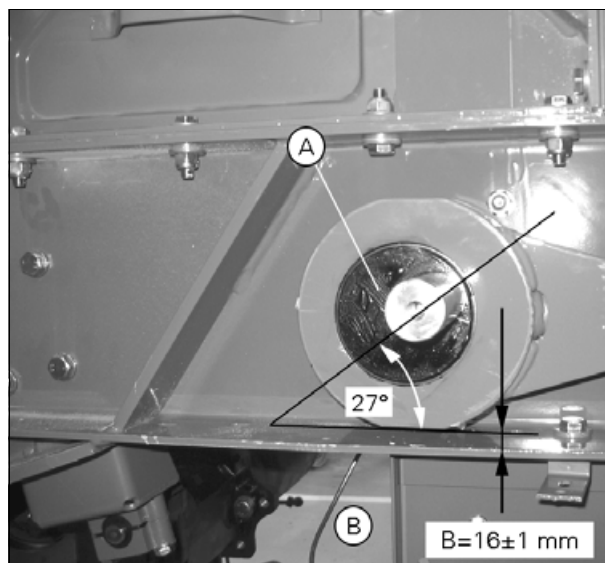

Рис. 7.
2. Установите подшипник (C) с втулкой толщиной 2 мм (L) между двумя частями корпуса подшипника на одном из болтов (только на одном!). Затяните болты (3) моментом 63 Нм.
3. Затем установите эксцентрик (A) (рис. 7) в центральное нижнее положение (90°) и установите регулировочную пластину (D) в центральное положение.